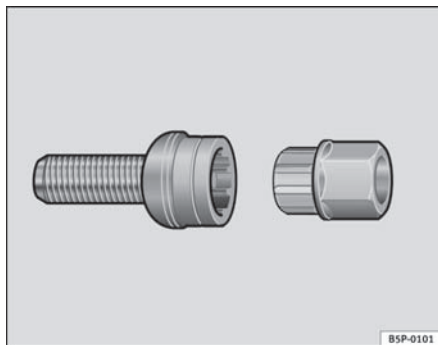

Abb. 176 Diebstahlhemmende Radschrauben
- Setzen Sie den Adapter bis zum Anschlag in der diebstahlhemmenden Radschraube ein ⇒ Abb. 176.